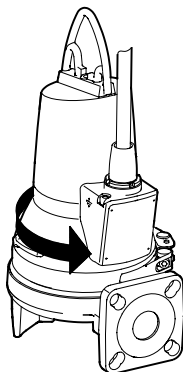

Fig. 5 Sentido en el arranque
3. Si está conectada correctamente, la bomba se moverá en el sentido opuesto al de giro, ver fig. 5. De lo contrario, intercambiar dos de las fases del suministro eléctrico.